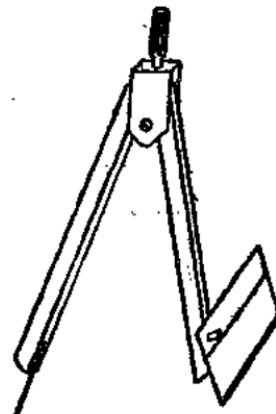

图 1
1. 从普通圆规中取出铅芯，在装有铅芯的脚上，按图 1 的尺寸，确定好钻孔的位置，用手摇钻钻一个直径 2 毫米的